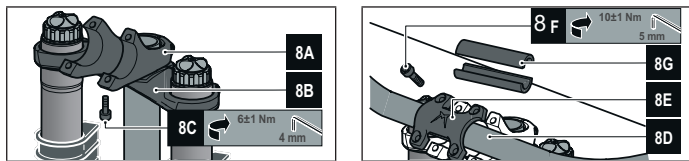

Рис. 8 Установка выноса руля
- Поместите вынос руля на верхнюю корону вилки (См. 8A и 8B Рисунок 8).
- Надежно закрепите вынос к верхней короне вилки специальными болтами при помощи шестигранника 4 мм с усилием 6 ± 1 Nm (См. 8C Рисунок 8).
- Установите руль на нижнюю закрепленную часть выноса и проверьте, что он установлен по центру (См. 8D Рисунок 8).
- Установите верхние элементы выноса на верхнюю часть руля (См. 8E Рисунок 8).
- Надежно закрепите руль при помощи шестигранника 4 мм (См. 8F Рисунок 8).
Для установки рулей различного диаметра существуют специальные переходники, которые устанавливаются между рулем и выносом (См. 8G Рисунок 8).